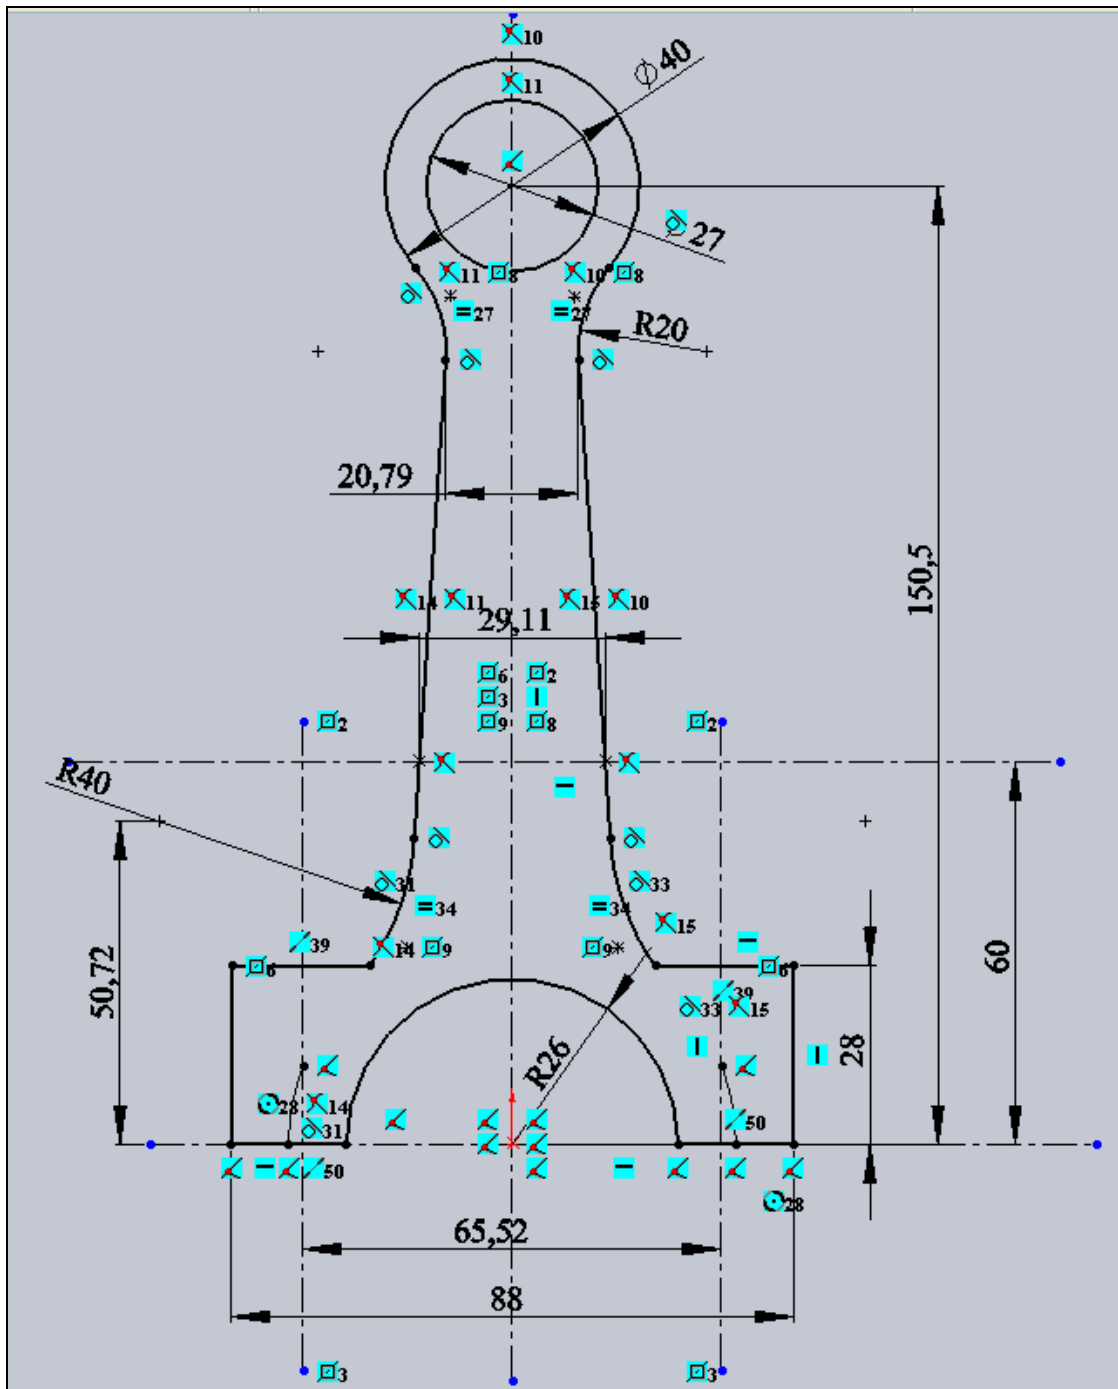

Рис. 2.25. Эскиз основы шатуна
2. Постройте на выбранной плоскости эскиз основы шатуна по своим размерам или по размерам, показанным на рис. 2.25. Старайтесь, чтобы эскиз был полностью определен, то есть все линии эскиза имели черный цвет.